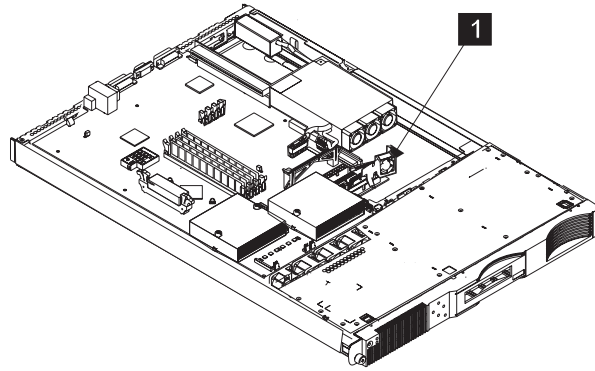

図 116. SAN ボリューム・コントローラー 2145-4F2 ディスク・ドライブ・ファンの取り外し
5. ディスク・ドライブ・ファンの右側を前方にスライドさせて、ファン・アセンブリー **1** 全体を取り外します。次にアセンブリーをクリップから引き離します。435 ページの図 116 を参照してください。